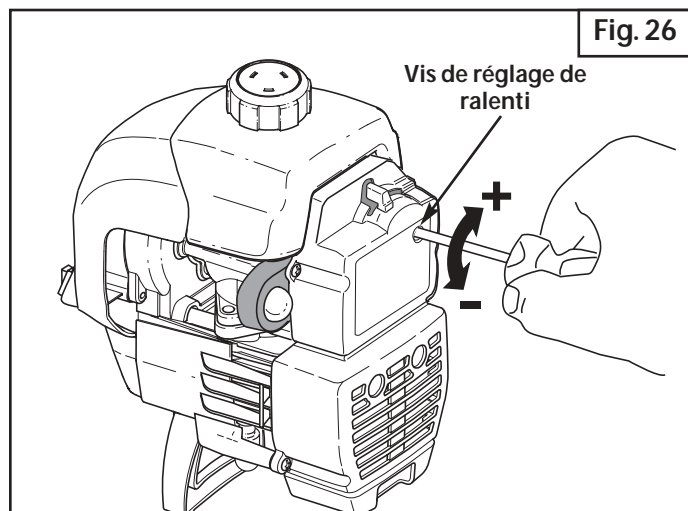

Fig. 26
Le régime ralenti du moteur est réglable par le couvercle du filtre à air/silencieux (Fig. 26).
2. Relâchez le levier d'accélérateur et laissez le moteur au ralenti. Si le moteur s'arrête, insérez un petit tournevis à embout cruciforme ou à tête plate dans le trou du filtre à air/couvercle du silencieux (Fig. 26). **Vissez** la vis de ralenti de 1/8 de tour à la fois (selon le besoin) jusqu'à ce que le moteur se mette bien au ralenti.